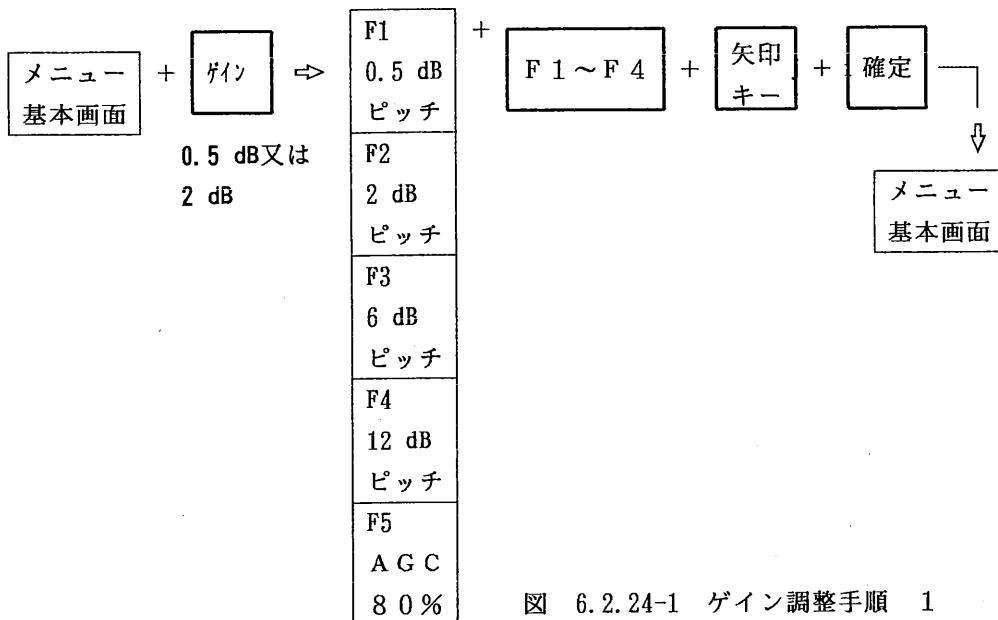

図 6.2.24-1 ゲイン調整手順 1
- ① ゲインを調整する場合は、機能キー [0.5 dB 又は 2 dB] （以下、ゲインキーと言います）を 1 回押します。この操作によって、図 6.2.24-1 に示したように、メニューエリアは、メニュー基本画面から図 6.2.4.-1 の選択メニュー画面に変わります。この場合、0.5 dB キーを押したときは、メニュー画面内のカーソルは [0.5 dB] に、2 dB キーを押したときは、メニューエリア内のカーソルは [2 dB] に自動的に設定されます。
- ② 所定のゲイン値を選択キー[F1 ~ F5] のいずれか一つのキーを 1 回押して選択します。
- ③ 設定したゲイン値を微調整しない場合は、確定キーを 1 回押します。設定したゲイン値が確定され、メニュー画面は、メニュー基本画面に戻ります。
- ④ さらに、設定したゲイン値を微調整したいときは、矢印キーで探傷图形中のエコー高さ（又はパルス高さ）を観測しながら、又は探傷条件表示エリアに表示される数値を見ながら調整します。